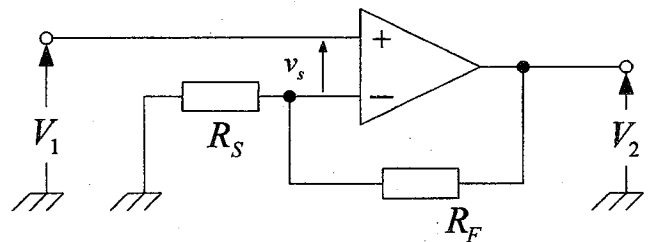

図4 非反転増幅器
- (1) 図4の非反転増幅器を、 $R_S = R_F = 10\text{k}\Omega$ として構成せよ。
- (2) V_1 を $-10\text{V} \sim +10\text{V}$ で 2V 毎に変化させ、 V_2 と v_s を測定せよ。
- (3) 次に、 R_F を変化させて、 V_2 の変化を測定せよ。ただし、 V_1 は 1V 一定にする。